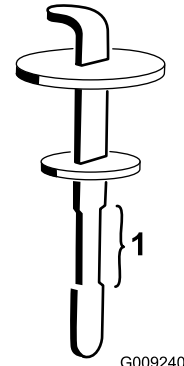

Figura 100
5. Togliete l'asta di livello dal collo del bocchettone e pulitela strofinandola con un cencio pulito. Inserite l'asta di livello nel collo del bocchettone, quindi estraetela e controllate il livello del fluido (Figura 100).